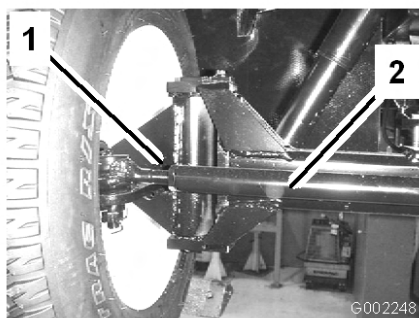

Figura 51
3. Se a medição obtida não corresponder aos valores especificados desaperte as porcas de segurança nas extremidades das barras transversais (Figura 51).